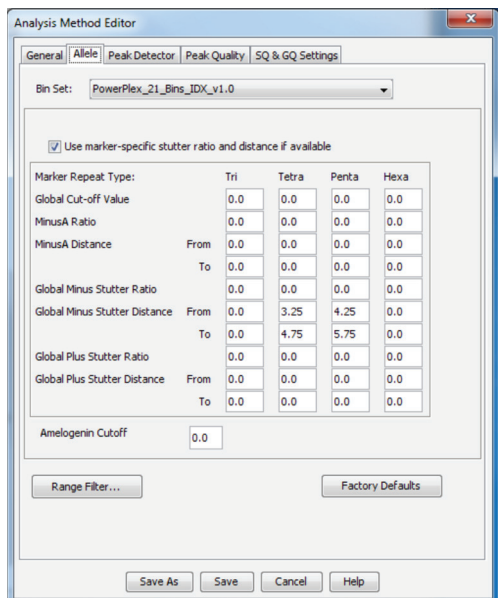

图13. GeneMapper® ID-X Allele选项，选择在章节6.A中导入的bins文件
6. 点击“Allele”选项。(图13)
9. 我们建议在使用PowerPlex® 21 System时，参照图13输入相应的数值，以适当的滤过Stutter杂峰。您可能需要优化设置。请进行实验室内部认证。